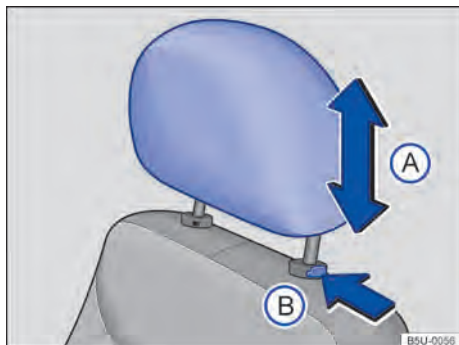

Fig. 35 Ajustar o apoio para cabeça dianteiro.
- Empurrar o apoio para cabeça para cima ou para baixo na direção da seta → Fig. 35 (A) → ⚠️.